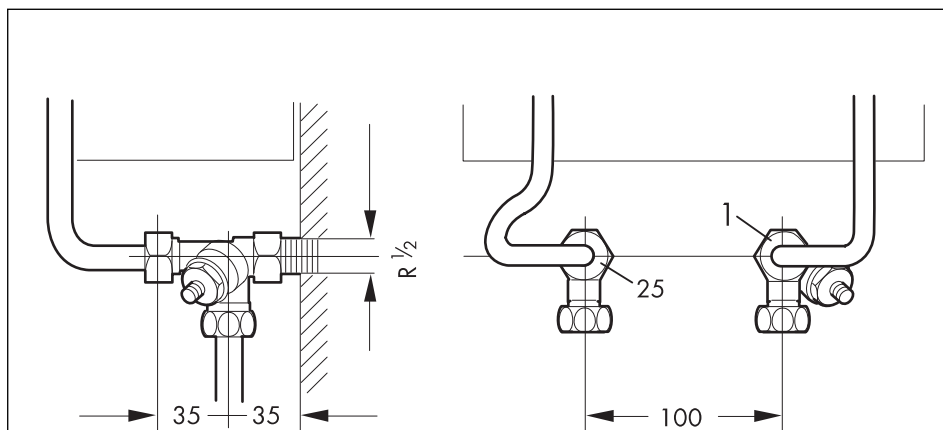
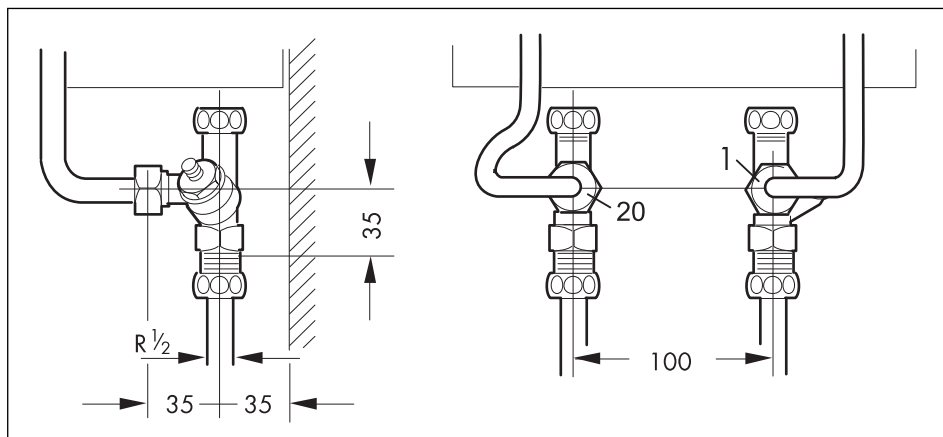

Рис. 5.4 Скрытый монтаж, подключение холодной воды к VED; Размеры в мм
Рис. 5.5 Открытый монтаж, подключение холодной воды к напорной арматуре; Размеры в мм
(Рис. 5.4 ... 5.7)
#### Легенда к рис. 5.4 и рис. 5.5
(рис. 5.4)
Подсоединительные патрубки (1 и 20), как показано на рис. 5.4, навинтить на двойные ниппели и соединить с прибором.
(рис. 5.5)
Колпачки прилагаемых присоединительных патрубков переставить на вторую короткую резьбу и соединить открыто проложенные трубы теплой и холодной воды, как показано на рис. 5.5, с прибором.
**Подсоединительный патрубок для подключения холодной воды (1)\*** привинчивают следующим образом:
- для присоединения холодной воды прямо на VED.../3, как показано на рис. 5.4 и 5.6
- для присоединения холодной воды через смеситель, как показано на рис. 5.5 и 5.7.
**Подсоединительный патрубок для подключения горячей воды (20)\*** привинчивают следующим образом:
- для прямого и удаленного отбора воды, как показано на рис. 5.4 и 5.6
- только для прямого отбора воды, как показано на рис. 5.5 и 5.7